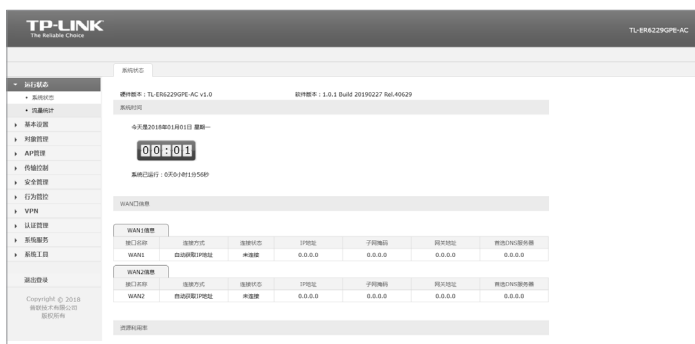

图4-3 路由器管理界面首页
5. 经过上述步骤即可成功登录路由器管理界面，如图4-3所示。点击左上角的本公司的商标，可以访问本公司主页 (<http://www.tp-link.com.cn>)；点击页面左侧的主菜单栏即可进行相应功能的设置。